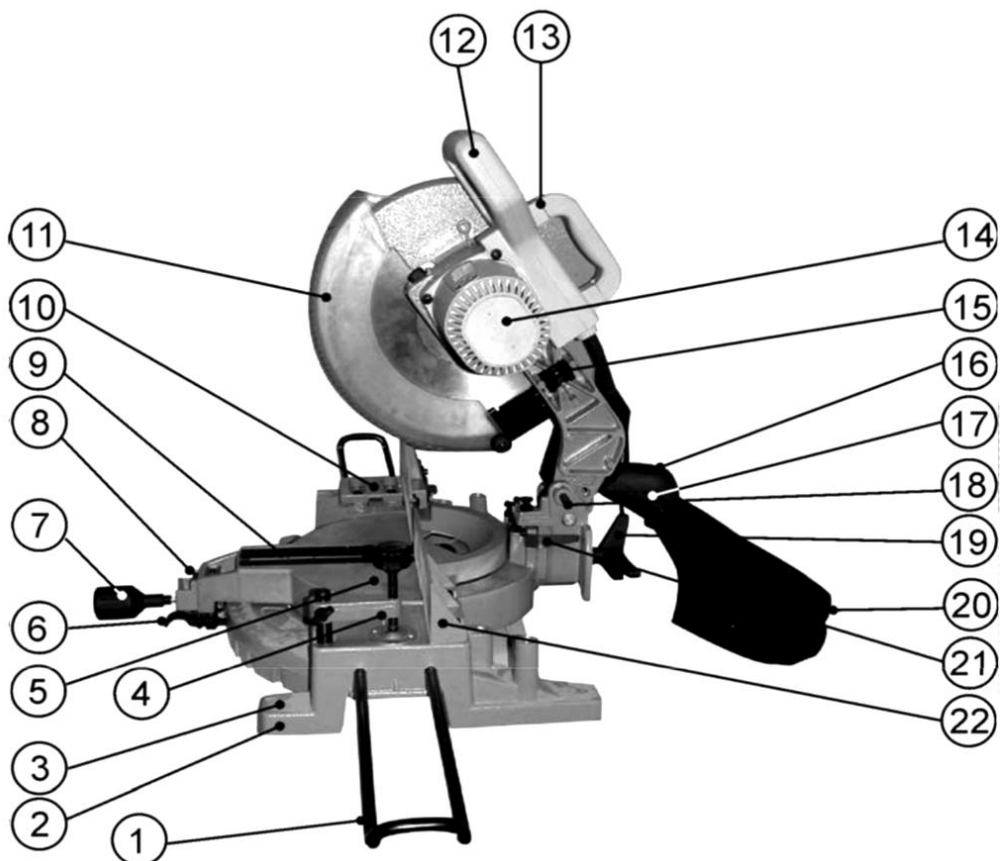
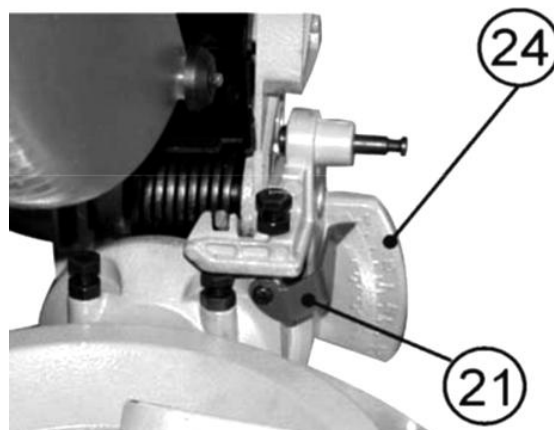
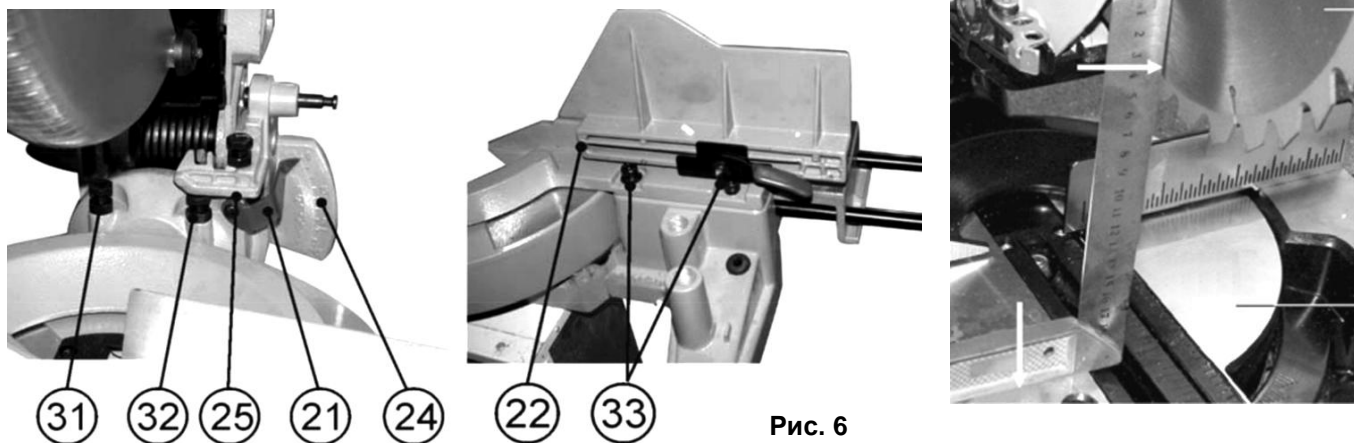

Рис. 1
Рис. 3
Рис. 6
#### Транспортировка (Рис. 1)
#### Монтаж (Рис.1)
#### Установка струбцины (Рис.1)
- На основании станины (2) предусмотрены гнезда установки вертикальной струбцины (4). Вертикальная струбцина (4) (См. Рис.1) может быть установлена в станине как слева, так и справа от места распила.
## Установка выдвижных опор (Рис.1)
## Установка пылесборника (Рис.1)
## Приведение пилы в верхнее положение (Рис. 1,2)
## Установка поворотного стола на выбранный угол пиления (Рис. 1,2)
- Ослабьте винт фиксации поворотного стола (7), удерживая рычаг фиксации (6) в верхнем положении за головку винта фиксации поворотного стола (7). Поворачивайте поворотный стол (5) на необходимый угол установки.
- Поверните стол до совмещения значения угла поворота, нанесённого на поворотном столе (5), с указателем в узле установки поворотного стола (8).
- Поворотный стол (5) возможно установить в положения на углы 0°; 15°; 22,5°; 30°; 31,6°; 45° в обе стороны. Для чего перевести рычаг фиксации (6) в верхнее положение и, подведя к выбранному значению, отпустить рычаг фиксации (6) так, чтобы клин рычага (23) вошёл в паз станины (2),
- Для установки поворотного стола на значения, отличающиеся от фиксированных положений с углами поворота от 0° до 45° в обе стороны относительно линии пиления, необходимо после установки на выбранное значение угла зафиксировать положение винтом фиксации поворотного стола (7), Рис. 3.
## Установка угла наклонного пиления (Рис. 1,3)
- Для изменения угла наклона, удерживая пилу за рукоятку (12)(См. Рис.1), ослабьте установку винта фиксации наклона пилы (19), наклоните пилу влево на предполагаемый угол пиления, контролируя угол по показаниям шкалы (24) и указателя (21)(См. Рис. 3). Положение закрепите винтом фиксации наклона пилы (19)(См. Рис.1).
### Действие выключателя (Рис. 1)
- Перед нажатием клавиши пускового выключателя, расположенной на рабочей рукоятке (12)(См. Рис.1), убедитесь, что пильному диску ничего не мешает, и он имеет свободное вращение.
- Для выключения пилы – отпустите кнопку выключателя (12).
**⚠ Внимание!** *Перед включением пилы в розетку удостоверьтесь, что кнопка выключателя (12) находится в положении «Выкл», правильно действует и возвращается в позицию «Выкл» при ее отпуски.*
### Защитный кожух (Рис. 1)
- Для регулирования положения 90° ослабьте винт фиксации наклона пилы (19)(См. Рис.1), приведите пилу в крайнее правое положение, ослабьте стопорную гайку регулировочного болта (32)(См. Рис.6) и, используя угольник, установите угол 90° пильного диска относительно поворотного стола (5), вращением регулировочного болта (32). Затяните стопорную гайку регулировочного болта (32).
- По достижению необходимого результата регулирования, ослабьте установочный винт (25) указателя (21), совместите стрелку указателя (21) с делением 0° по шкале угла наклона пиления (24). Зафиксируйте установочный винт (25) указателя (21).